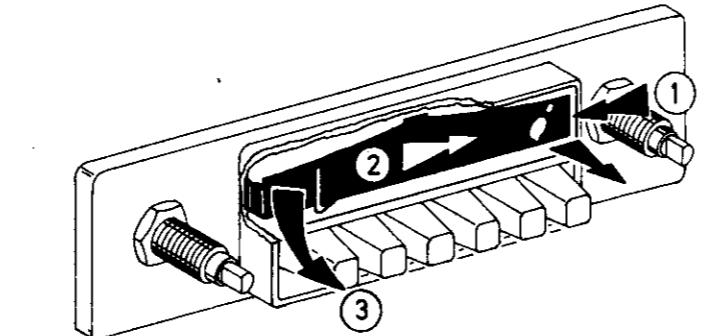

Fig. 3
- 3.2 Dégager le réflecteur ①, le tirer vers la droite légèrement ② et l'enlever sans endommager l'aguille d'échelle graduée ③, fig. 3.
- 3.2 Desengatillar el reflector ①, tirarlo a la derecha ligeramente ② y quitarla sin averiar la aguja del dial ③, fig. 3.
- 5.2 Libérer le réflecteur ①, le tirer légèrement vers la droite ② et le soulever ③ sans détériorer l'aguille du cadran, fig. 3.
- 6.2 Libérer le réflecteur ①, le tirer légèrement vers la droite ② et l'enlever ③ sans détériorer l'aiguille du cadran, fig. 3.
- 6.2 Soltar el reflector ①, tirarlo ligeramente hacia la derecha ② y quitarlo ③ sin averiar la aguja del dial, fig. 3.